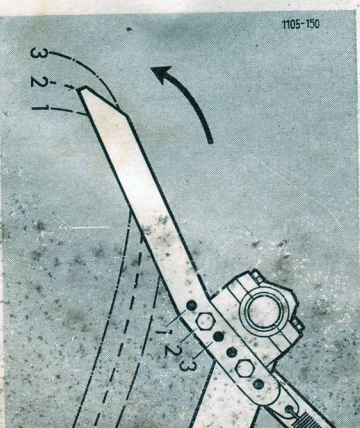

Bild 42
Kreuzgelenk s abziehen und Raffer in gezeigte Stellung bringen: Zinkenspitze t bündig mit Oberkante vom Rafferkastenboden – beide Zinken nach Bild 42 in Stellung 2.
**Bei krummen, ungleichmäßig gepreßten Ballen Reichweite der Rafferezinken verstellen** (Bild 42):